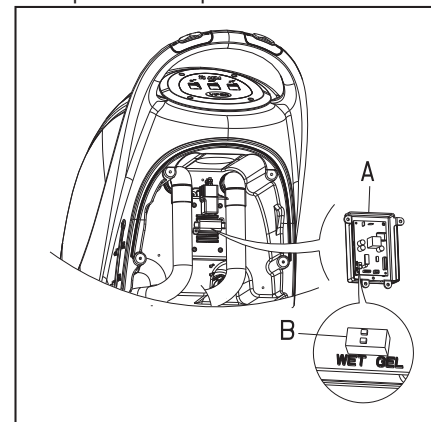

FIGURA 5
1. Asegúrese de que el conector de la batería (9) está desconectado. Si la máquina se basa en la batería de fábrica "AGM", vaya directamente al paso 8; de lo contrario, complete los pasos 2, 3, y 4.
2. Retire la manguera de drenaje (15)
4. Quite la cubierta del control (5), y los tornillos de la tapa de la batería (10). Quite los tornillos del soporte del circuito impreso (PCB). Puede verse el interruptor DIP (B) para el ajuste del modelo de la batería, cuando se desplaza el panel de circuito impreso (PCB). (Vea la figura 5)
5. Ajuste el interruptor DIP micro (B) a la posición de "WET",